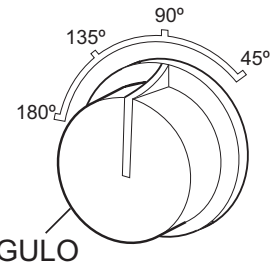
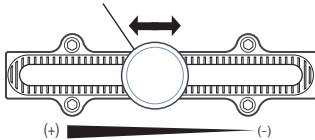

Figura 4. Selecionar o ângulo de dobragem
Figura 5. Botão de Ajuste do Ângulo
8. Rode o Seletor do Ângulo para o ângulo pretendido no qual o varão de aço para armadura de betão é para ser dobrado (Figura 4). Se o ângulo selecionado não puder ser obtido com o Seletor do ângulo, faça o “ajuste fino” usando o Botão de Ajuste do Ângulo (Figura 5)
Dependendo do diâmetro do varão de aço para armadura de betão e da respetiva resistência à tração, pode ser necessário fazer o “ajuste fino” do ângulo usando o Botão de Ajuste do ângulo (Figura 5) depois de ensaiar a dobragem nalgumas unidades do varão de aço para armadura de betão.